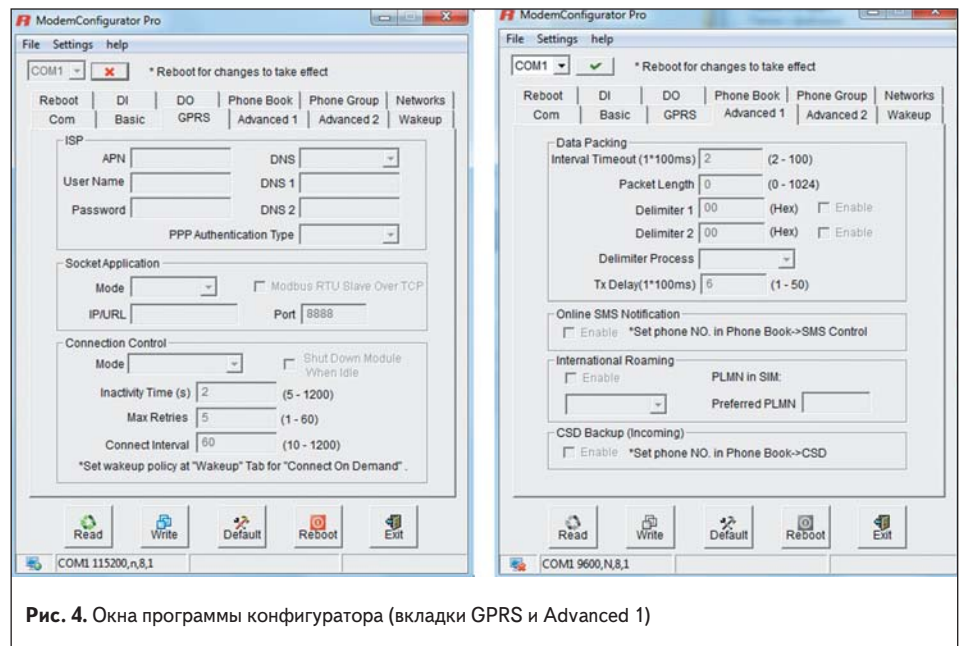

Рис. 4. Окна программы конфигулятора (вкладки GPRS и Advanced 1)
- Программа для конфигурирования M1000 Pro с ПК ModemConfigurator Pro бесплатно предоставляется производителем и позволяет настраивать модемы через COM-порт. Это простая программа с графическим интерфейсом (рис. 4). С помощью этой программы-конфигуратора удобно сохранять профили настроек модемов в бинарные файлы и далее импортировать их в другие модемы Robustel, что в свою очередь упрощает развертывание сетей.